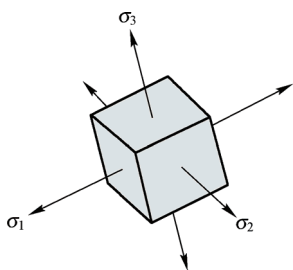

图 6-7 主应力示意图
3) 各方向主应力, 主应变可以参考图 6-7。其中 σ_1 为最大应力方向, σ_2 为中间应力方向, σ_3 为最小应力方向。